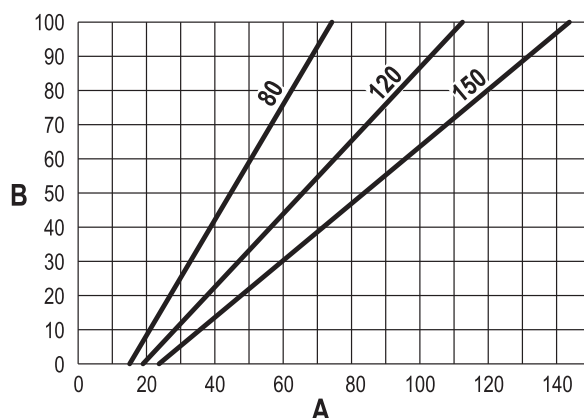

fig. 62
- Pulse las **teclas contextuales 1 y 2** para aumentar o disminuir la capacidad térmica (mínima = 00 - máxima = 100). Vea el diagrama "Regulación de la capacidad térmica" (fig. 62).